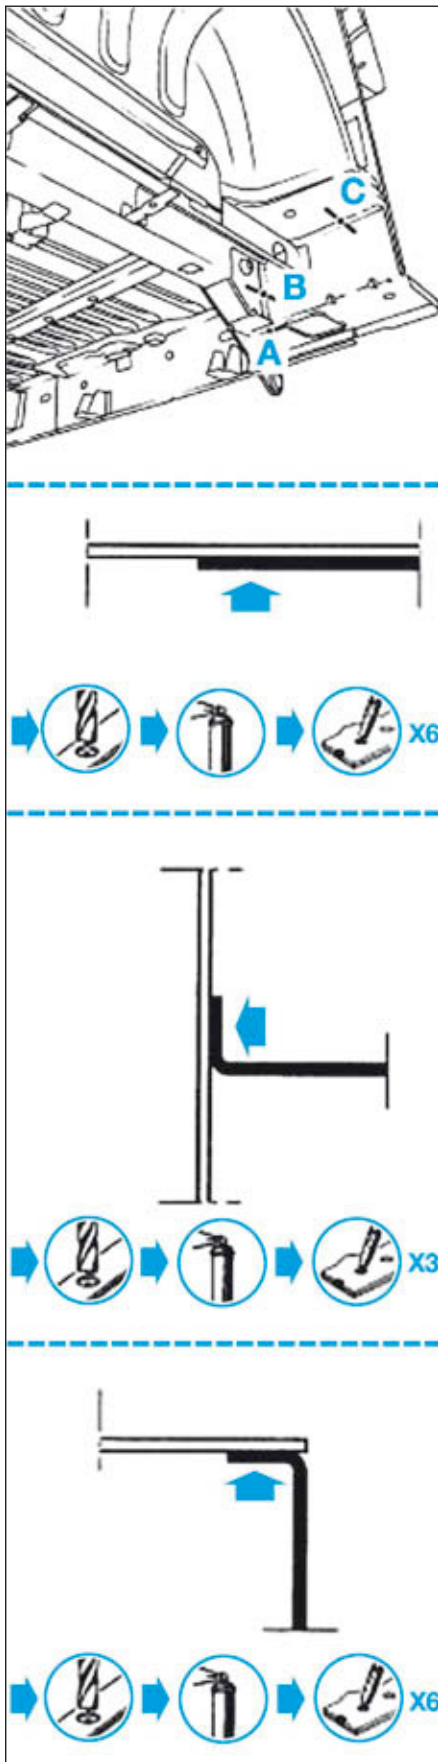

FIG.83
- Fraiser les points de soudure MAG (Fig.83).
- Souder par points MAG (Fig.83).